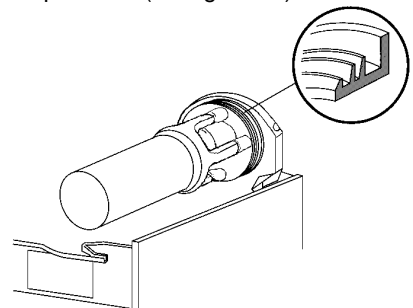

figura 13
- 2 - Lubricar el pistón grifo, el rascador interior (en los puntos A, B y C indicados en la figura 13) utilizando solamente la grasa suministrada por el fabricante u otro grasa para uso alimenticio.
- 4 - Volver a montar en su alojamiento la junta del contenedor. NOTA: El borde de mayor diámetro debe ser apoyado en la pared posterior (ver figura 13).